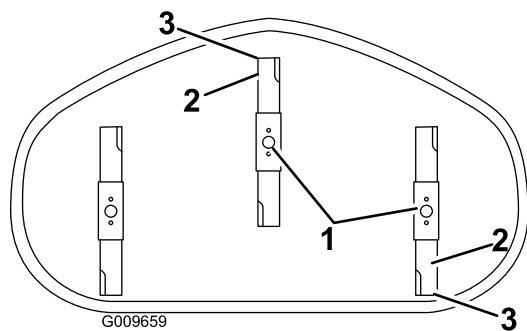

Figura 49
- Gire cuidadosamente las cuchillas colocándolas en el sentido de avance de la máquina (Figura 49).
5. Mida entre la punta de la cuchilla delantera y la superficie plana y entre la punta de la cuchilla trasera y la superficie plana (Figura 49). Si la punta de la cuchilla delantera no está entre 1,6 y 7,9 mm (1/16 y 5/16 pulg.) más baja que la punta de la cuchilla trasera, ajuste la contratuerca delantera.
la punta de la cuchilla más avanzada esté entre 1,6 y 7,9 mm (1/16 y 5/16 pulgada) más baja que la punta de la cuchilla más atrasada (Figura 49).